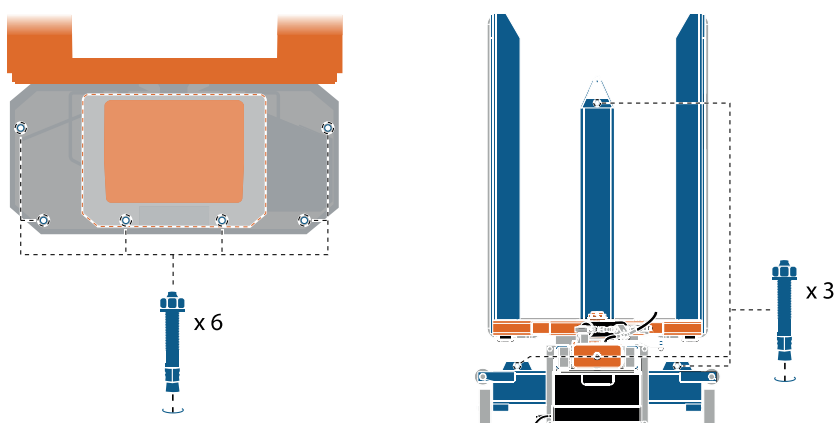

Bild 18 Förankra pallyftaren i underlaget med hjälp av 3 eller 6 expanderbultar beroende på modell
3. Förankra pallyftaren i underlaget med hjälp av 3 eller 6 expanderbultar beroende på modell, se bild 18. Dessa ska hålla för minst 13 kN/st. Besök [www.edmolift.com/installation](http://www.edmolift.com/installation) för mer information.